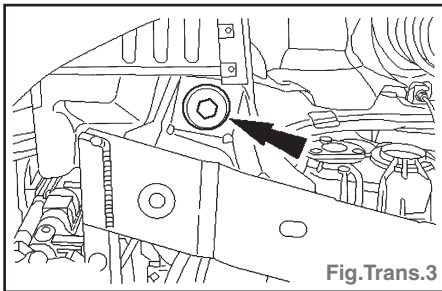

Fig. Trans.3
- Déposer le boulon de fixation avant de berceau (Fig.Trans.3).